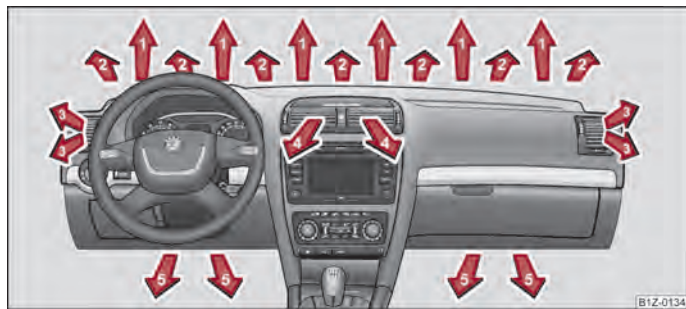
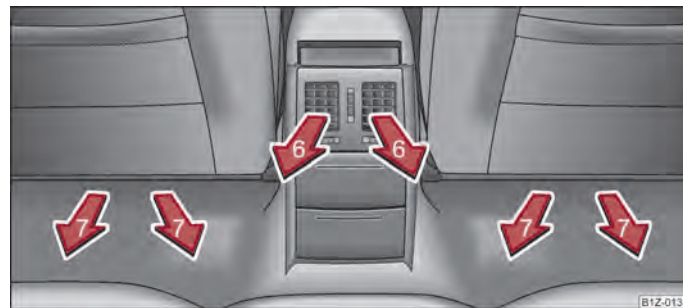

Fig. 91 Diffuseurs d'air avant
Fig. 92 Diffuseurs d'air arrière
Les diffuseurs d'air 3, 4 ⇒ fig. 91 et 6 ⇒ fig. 92 peuvent être ouverts et fermés séparément.
- Diffuseurs d'air 3 → fig. 91.
- Nous vous recommandons de laisser les diffuseurs d'air 4 → fig. 91 en position ouverte.